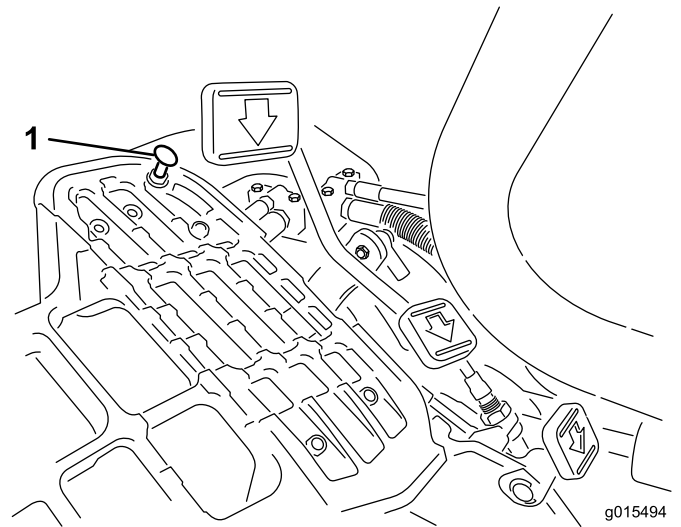

Bild 50
Stellen Sie den Funktionsschalthebel in die Transportstellung und drücken Sie das Gaspedal nach unten, um die maximale Transportgeschwindigkeit zu erreichen. Wenn das Pedal den Anschlag erreicht (Bild 50), bevor das Kabel gespannt ist, müssen Sie die Einstellung ändern:
1. Stellen Sie den Funktionsschalthebel in die Transportstellung lösen Sie die Sicherungsmutter, mit der der Pedalstopp an der Grundplatte befestigt ist (Bild 50).